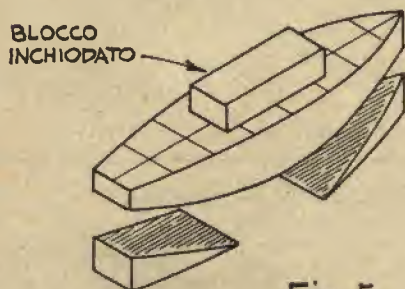

Fig. 5
6. - Segate il fondo come in fig. 5.